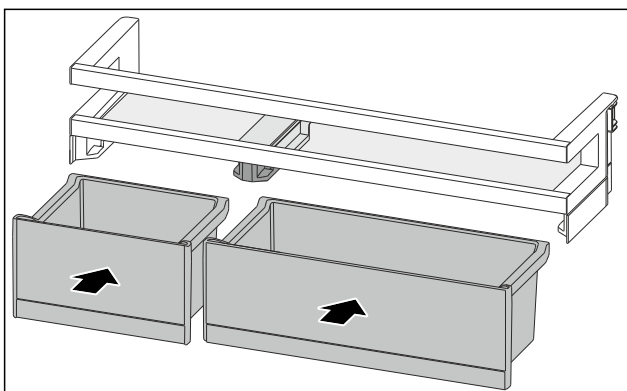

Fig. 172
- ▶ Installer les VarioBoxs dans l'agencement inverse. (voir Fig. 172)